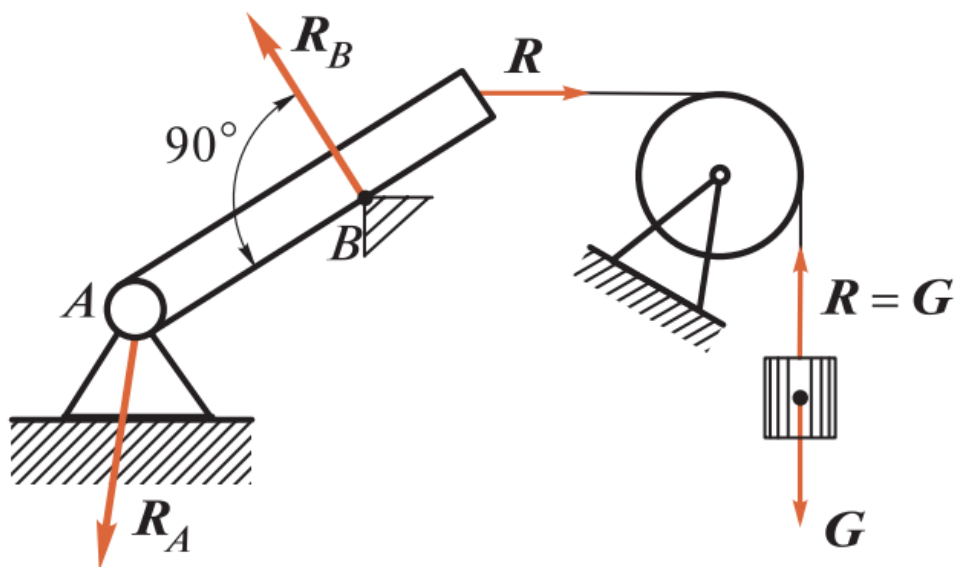
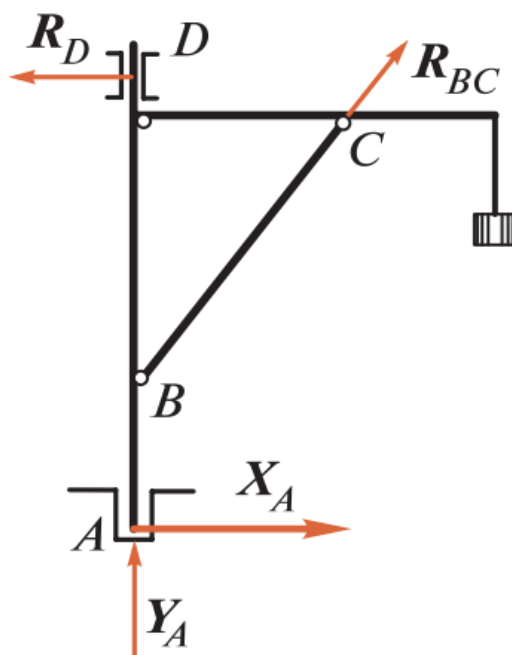

Рис. 1.8
Рис. 1.9
3. *Закрепленная точка или ребро угла* (рис. 1.8, ребро B). В этом случае реакция \mathbf{R}_B направлена по нормали к поверхности идеально гладкого тела в сторону тела, так как нормаль к поверхности тела есть единственное направление перемещения, которое не допускают эти связи.
4. Гибкая связь (см. рис. 1.8). Реакция \mathbf{R} гибкой связи не дает телу лишь удалиться от точки подвеса и поэтому направлена *вдоль связи от тела к точке подвеса*. Из рис. 1.8 видно, что гибкая связь, перекинутая через блок, изменяет направление передаваемого усилия (натяжения нити).
5. **Идеально гладкий цилиндрический шарнир** (см. рис. 1.8, шарнир А; рис. 1.9, подшипник D). В этом случае заранее известно только, что реакция \mathbf{R}_A *проходит через ось шарнира и перпендикулярна этой оси*, так как шарнирное соединение допускает вращение вокруг оси, но не допускает никаких перемещений тела, перпендикулярных этой оси.
7. **Идеально гладкий подпятник** (рис. 1.9, подпятник А). Подпятник можно рассматривать как сочетание цилиндрического шарнира и опорной плоскости, поэтому будем считать реакцию подпятника состоящей из двух составляющих: X_A и Y_A . Полная реакция \mathbf{R}_A подпятника равна векторной сумме этих составляющих:
8. **Стержень, закрепленный двумя концами в идеально гладких шарнирах и нагруженный только по концам** (рис. 1.9, стержень BC). В этом случае реакция стержня, согласно аксиоме III, может быть направлена только по линии BC, т. е. *по прямой, соединяющей оси шарниров*.